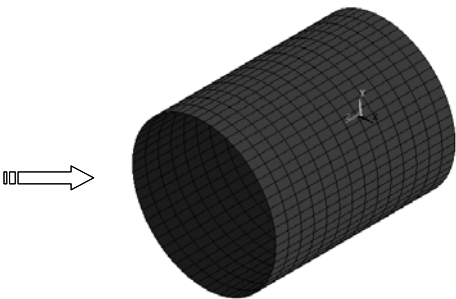

图 9-129 选择接触单元
6) 选择接触单元。选择 “Utility Menu>Select>Entities” 命令，弹出 “Select Entities” 对话框，选择拾取对象为 “Elements”，拾取方式为 “By Elem Name”，在 “Element name” 文本框中输入坐标值 174，单击 “OK” 按钮完成单元选取。单击 “Plot” 按钮绘制选中的接触单元，如图 9-129 所示。